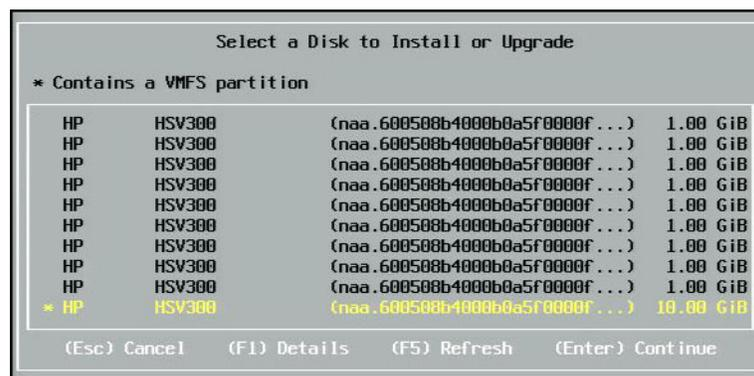

Abbildung 14-31. Auswählen eines ESXi-Datenträgers
4. Scrollen Sie im Fenster „Select a Disk“ (einen Datenträger auswählen) (Abbildung 14-31) zu der Boot-LUN für die Installation aus, und drücken Sie die EINGABETASTE, um fortzufahren.